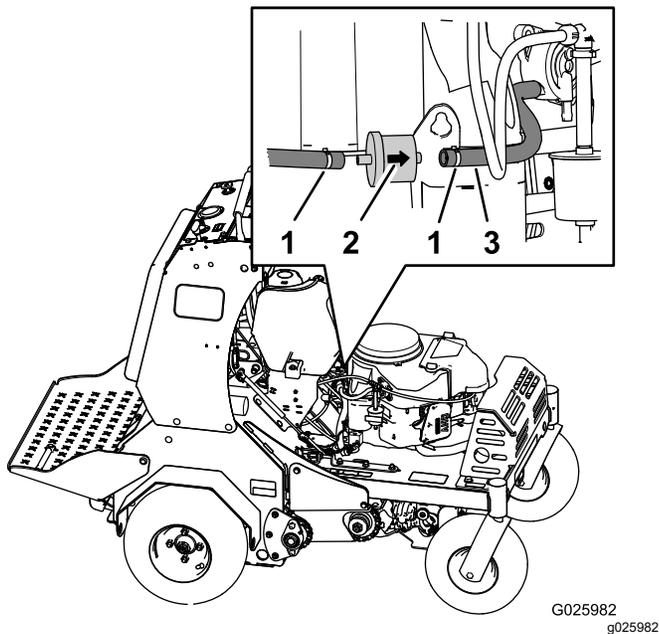

Figure 48
3. Pincez les extrémités des colliers et éloignez les colliers du filtre (Figure 48).
4. Détachez le filtre des conduites de carburant (Figure 48).
5. Posez le filtre neuf en orientant la flèche du sens d'écoulement comme montré à la Figure 48.
6. Alignez les colliers sur le flexible et les raccords du filtre à carburant (Figure 48).